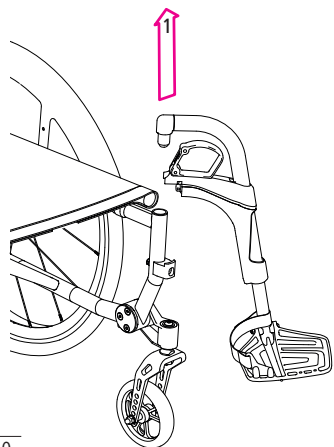

Рис.20
4. В такому положенні ви можете підняти підніжки вгору і зняти їх (1, рис. 20).